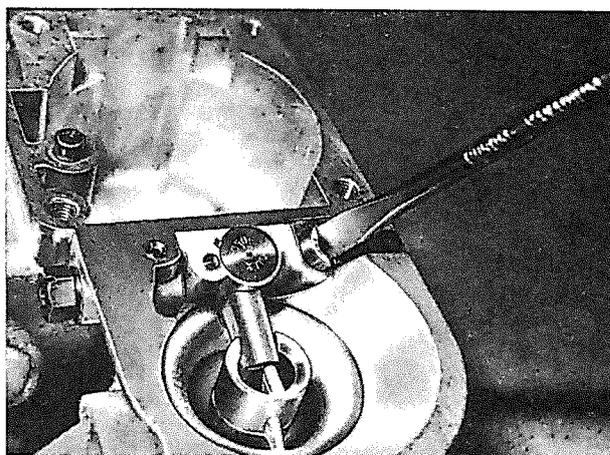

Bild 36
c) Luftkorrekturdüse, zugänglich nach Abheben des Vergaserdeckels. **Bild 36**